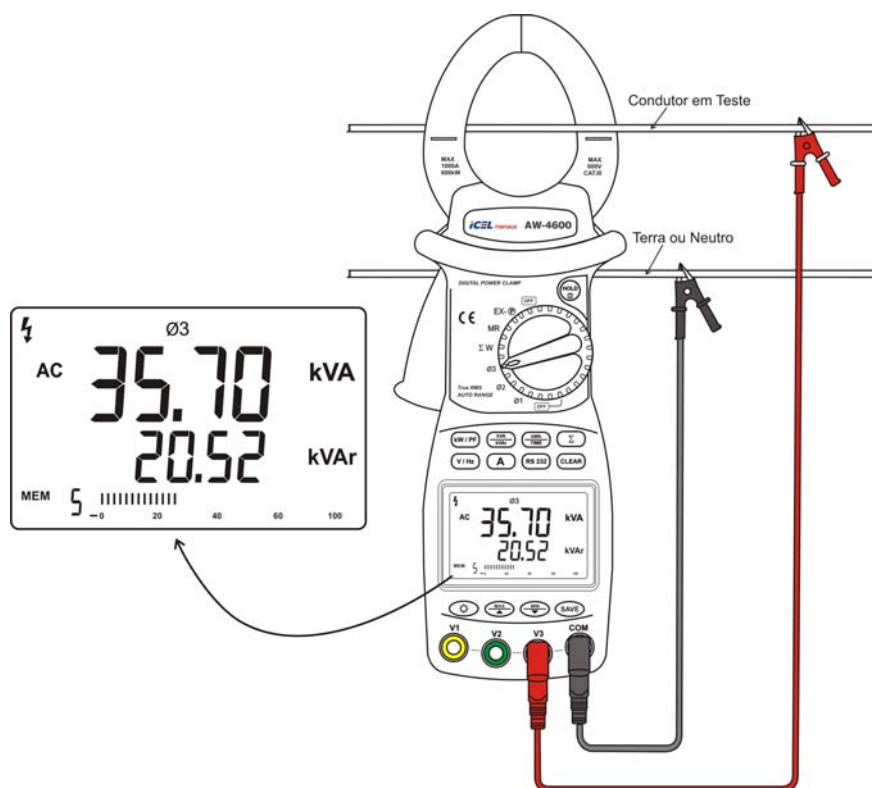

Figura 5.3.2
**Potência Aparente / Potência Reativa:** Pressione o botão  $\left(\frac{KVA}{KVAR}\right)$  e a Potência Aparente será mostrada no display principal e a Potência Reativa no display auxiliar como na **figura 5.3.2** abaixo.